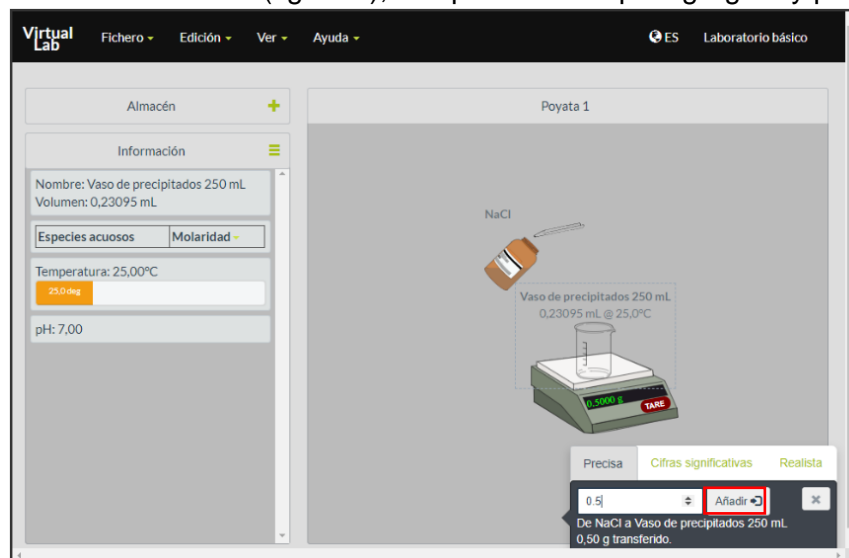

Figura 7. Simulador *Making stock solutions from solids*.
7. El profesor asignará a cada brigada la masa de NaCl con la que preparará la disolución. En la ventana del simulador (figura 7), indique la masa que agregará y presione **Añadir**.